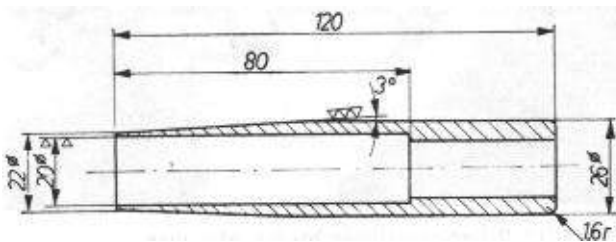

Bild G 15. Aufsteckhülse für Wellendichtring
9. Wellendichtring 20 X 40 X 10 unter Verwendung des unter Bild G 15 skizzierten Montagewerkzeuges aufsetzen.